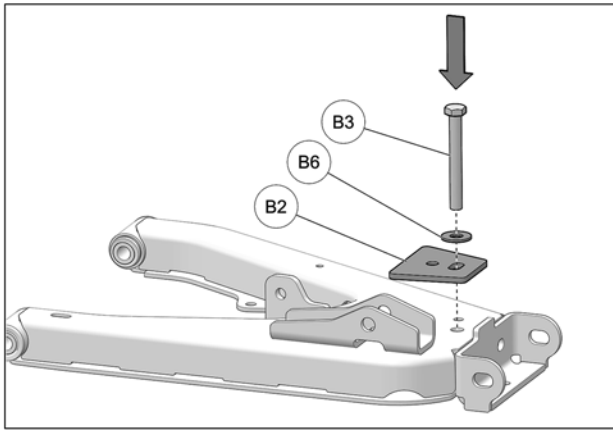

Fig. 4
- Positionner le couvert d'ancrage (B2) sur le bras de suspension. Par le dessus, insérer le boulon (B3) avec la rondelle (B6) à travers le couvert d'ancrage (B2) et le bras de suspension inférieur. Voir la Fig. 4